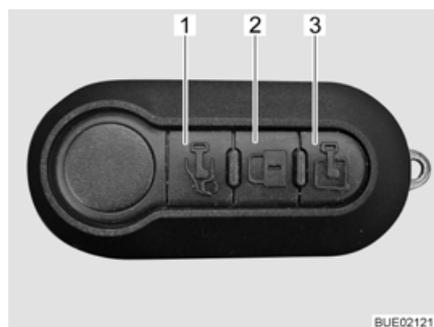

Fig. 59 Mando a distancia multifuncional (3 teclas)
- Pulsar la tecla  (Fig. 59,1) una vez brevemente. La puerta del conductor está desbloqueada.
- Pulsar la tecla  (Fig. 59,3) una vez brevemente. La puerta de entrada está desbloqueada.
- Pulsar la tecla  (Fig. 59,2) una vez brevemente. Todas las puertas están bloqueadas.